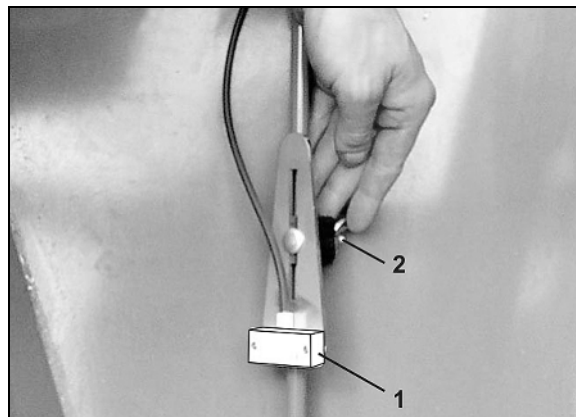
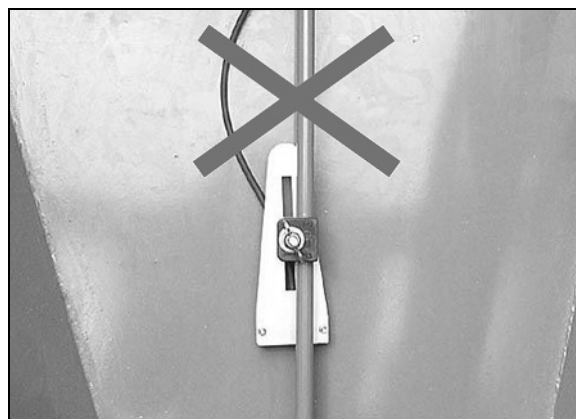

Рис. 38
Рис. 39
3. Открутите гайку-барашек (Рис. 38/2).
4. Установите высоту датчика уровня (Рис. 38/1) в соответствии с необходимым остаточным количеством посевного материала.
5. Затяните гайку-барашек (Рис. 38/2).
Монтаж датчика уровня выполняйте как показано на рисунке (Рис. 38)! Датчик уровня не должен, как показано на рисунке (Рис. 39), прилегать к корпусу бункера!